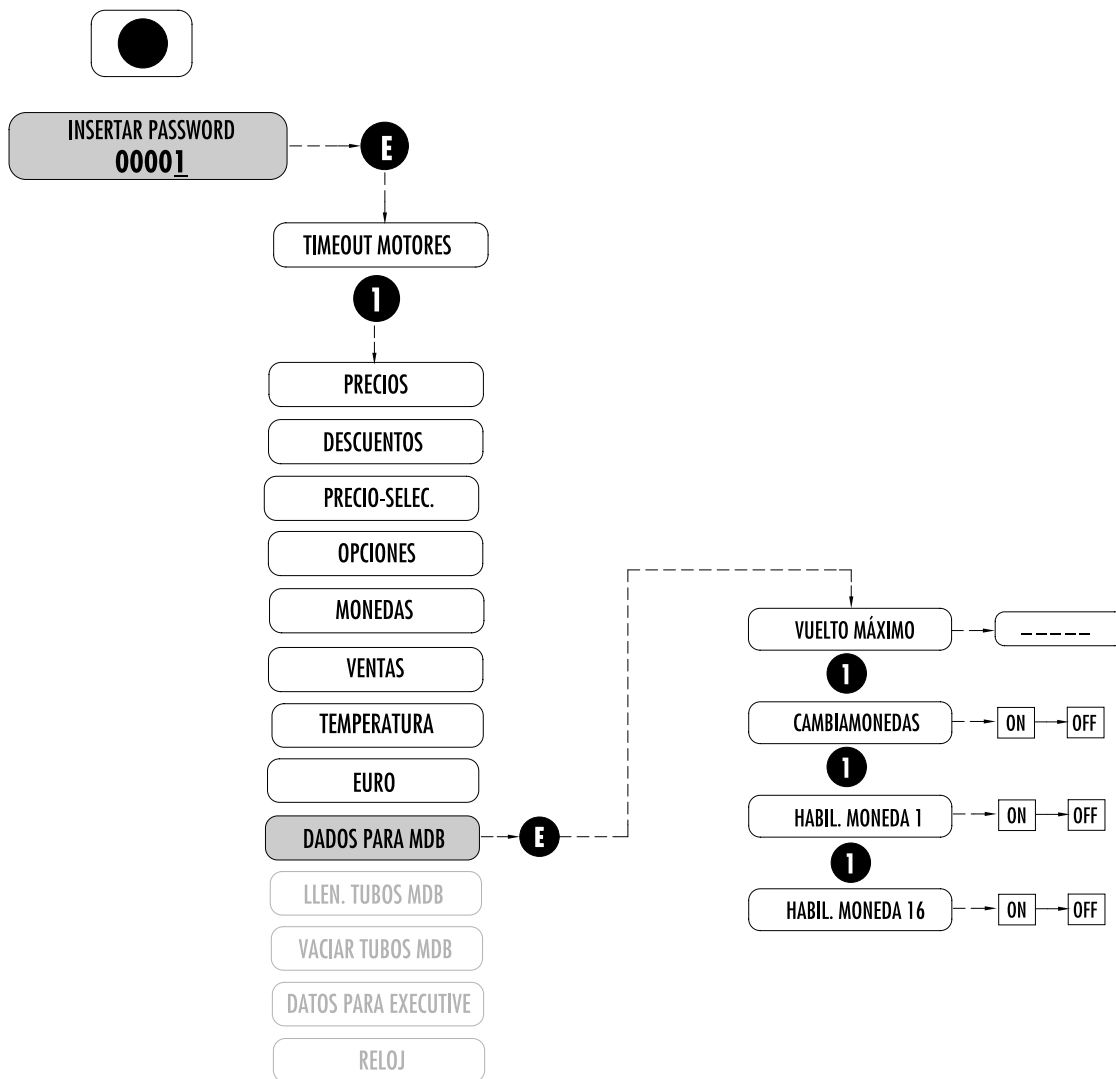

Fig. 7.13
7.2.10 DADOS PARA MDB (Fig. 7.13)